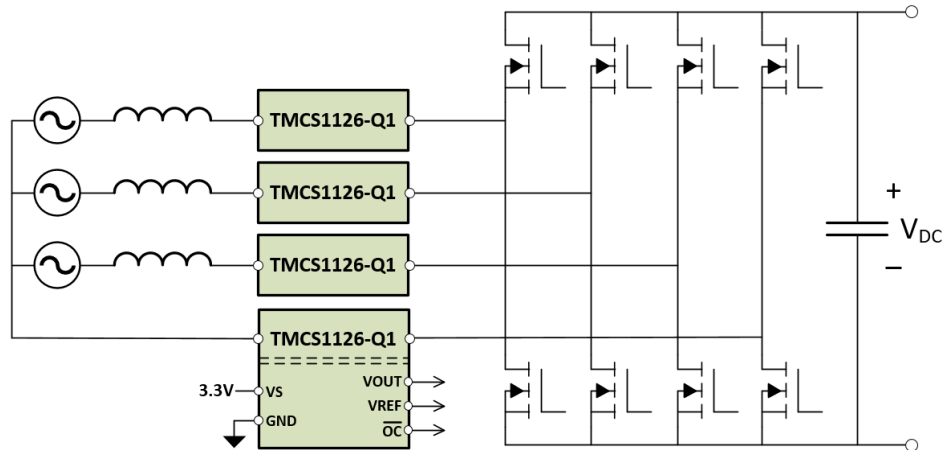

図 9-2. AC/DC コンバータの 電流検出
多くのアプリケーションでは、DC 回路で使用するために、AC 電源から電力を変換する必要があります。通常、電力伝送効率を向上させるために、いくつかの種類の制御された力率補正 (PFC) 段が必要です。最新の PFC 段では、全体のサイズを縮小し、電力伝送効率を向上させるために、より高速で高速なパワースイッチが使用されています。多くの場合、AC/DC コンバータの PFC 段は AC 電源グリッドに直接接続されます。PFC 段で検出する場合の主要な課題は、電流センサが高電圧 (HV) 電力グリッドから生じる大きな電圧スパイクに加えて、電荷伝送中に高速パワースイッチから生じる大きな過渡にさらされることです。TMCS1126-Q1 構造内に固有の絶縁機能があるので、HV 電流センシングノードと低電圧制御回路との間に高いレベルの絶縁を実現し、高い同相過渡耐性 (CMTI) を達成することで、これらの課題を克服できます。図 9-2 に、一般的な AC/DC コンバータ段での TMCS1126-Q1 測定位相電流の使用方法を示します。